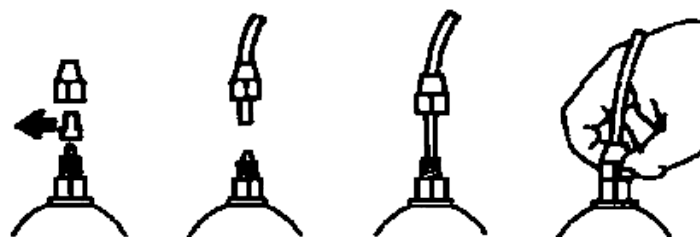

Abb. 7
- e.- Die beiden Schutzkappen von den Anschlüssen entfernen, die Leitungen an den entsprechenden Kegelschlüssen vollständig einführen und mit den zugehörigen Nutmuttern befestigen (Abb. 7).